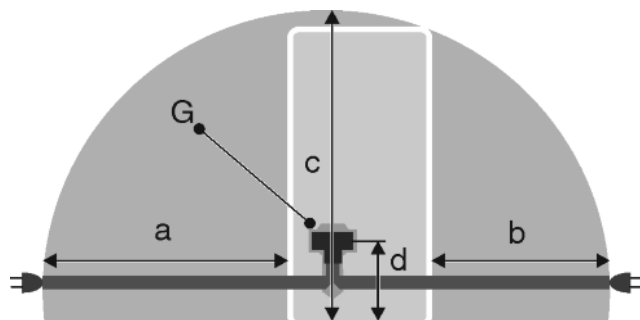

Fig. 46
- Steckdose liegt außerhalb des Geräterückseitenbereichs im gegebenen Bereich Fig. 46 (a, b, c).
- ▶ Gerätestecker Fig. 46 (G) auf der Rückseite des Gerätes einstecken. Auf richtiges Einrasten achten.